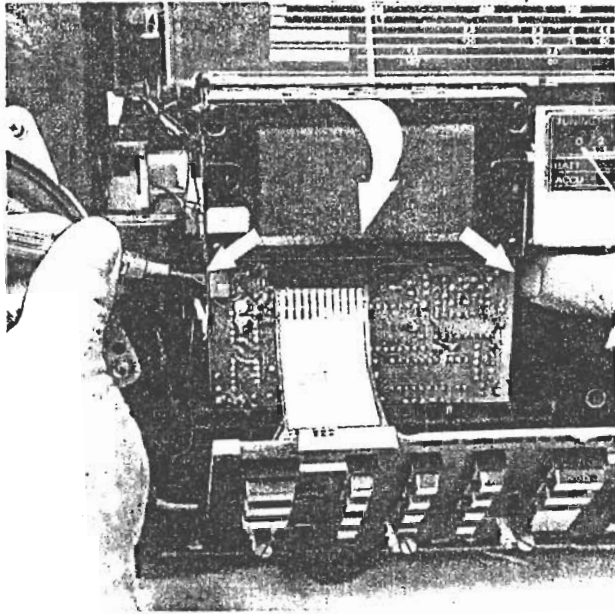

Abb. 3
2. Zwei Rastnasen seitlich aus der Rastung drücken und Digitalteil herausnehmen. (Abb.3)